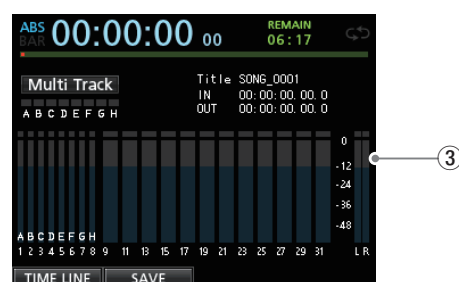

Fig 4
On the "USB Connected" screen (Fig. 4-①), press the **F2** button, which corresponds to the "YES" icon (Fig. 4-②), to return to the **HOME** screen (Fig. 4-③).
- 1-2-5 PC側の切り離し完了後、本機側もUSB接続を終了する。"USB Connected"(Fig4-①)の表示画面から、[YES]マーク(Fig4-②)に対応する**F2**ボタンを押すと[HOME]画面(Fig4-③)に移動する。